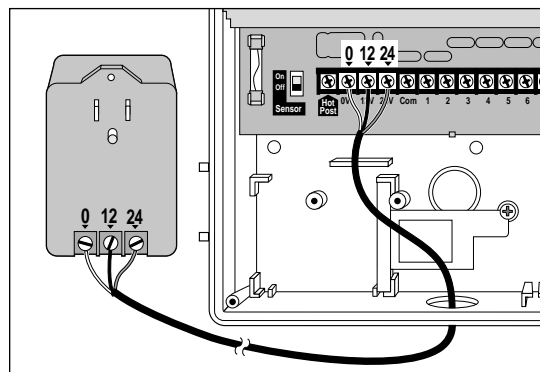

**Figura 6** - Collegamento dei cavi d'alimentazione e di messa a terra dell'apparecchiatura al blocco morsettieria.
- Instradare i fili sulla parte posteriore del blocco morsettieria. Togliere circa 1 cm (3/8") di isolante dall'estremità di ciascun filo ed inserire in modo appropriato i fili all'interno dei terminali come illustrato in **Figura 6**.